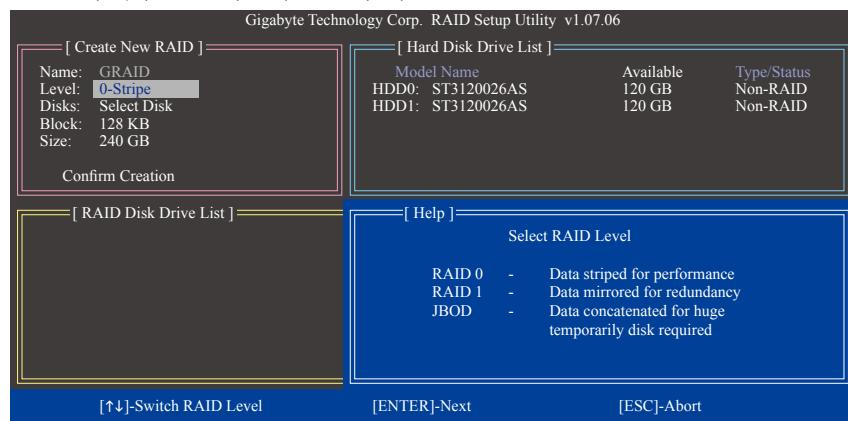

图5
请在「Create New RAID」区依序设置制作磁盘阵列所需的信息。(图5)
2. 选择要制作的磁盘阵列模式(Level): 以<↑>或<↓>键选择要制作的磁盘阵列模式, 选项有 RAID 0 (Stripe)、RAID 1 (Mirror)及JBOD (图5)。完成后按<Enter>键移至下一步骤。